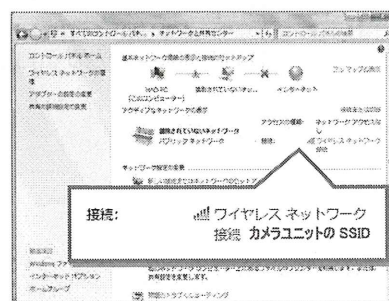

図 4-9 ネットワークと共有センター
- (4) 図 4-9 ネットワークと共有センターの『接続』に